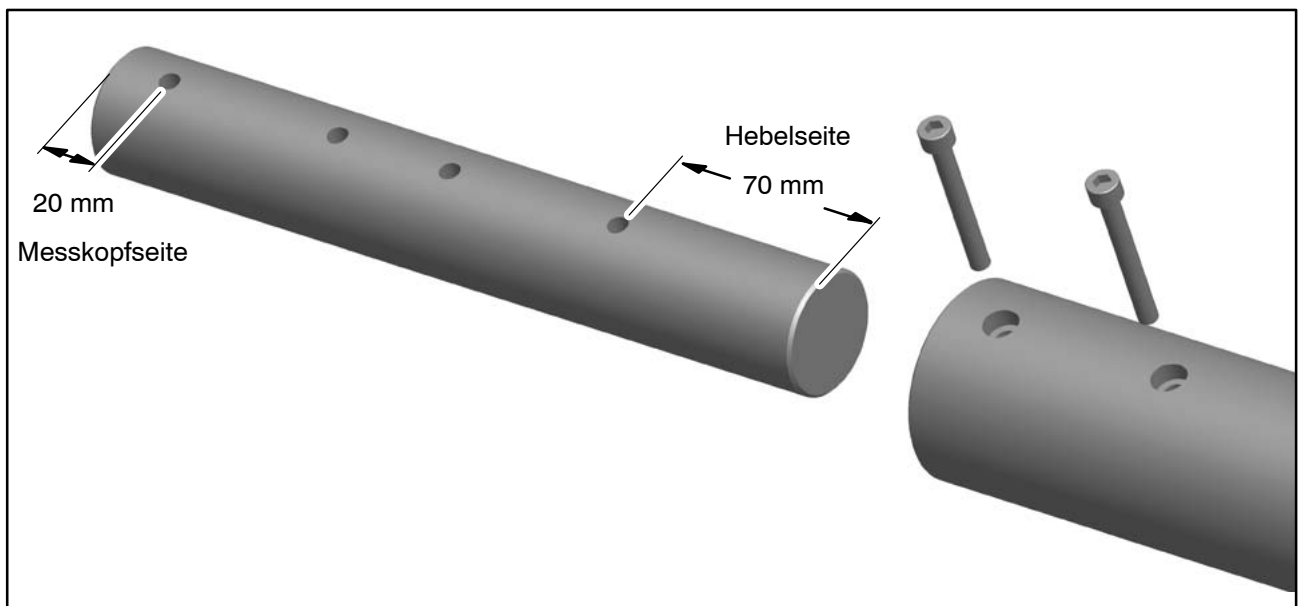

Abb. 4.7: Seitenorientierung des Verbindungsbolzens, Detailansicht
- Befestigen Sie zunächst den Verbindungsbolzen des Hebels mit zwei der mitgelieferten Innensechskantschrauben (SW 5) im Messkopf. Beachten Sie dabei die richtige Seitenorientierung nach Abb. 4.7.